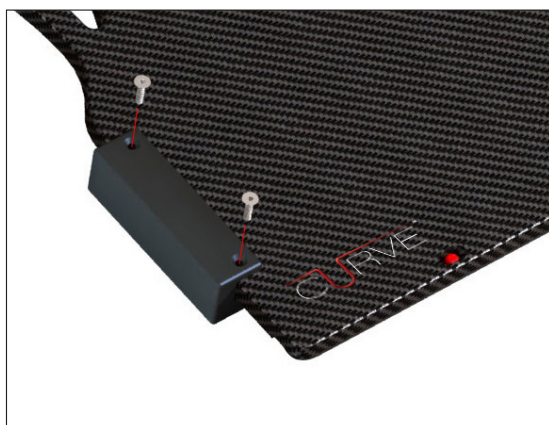

Fig. 6
1. Instalați oricare dintre adaptoare pe o parte a dispozitivului în poziția prezentată mai jos, folosind 2 șuruburi 1/4-20 x 1/2" (pentru fiecare). (Fig. 6)
3. Amplasați bara de localizare cu 2 pini în poziția dorită (odată atașată, pinii barei de localizare se vor alinia cu orificiile din partea inferioară a dispozitivului) (Fig. 6, 7 și 8).